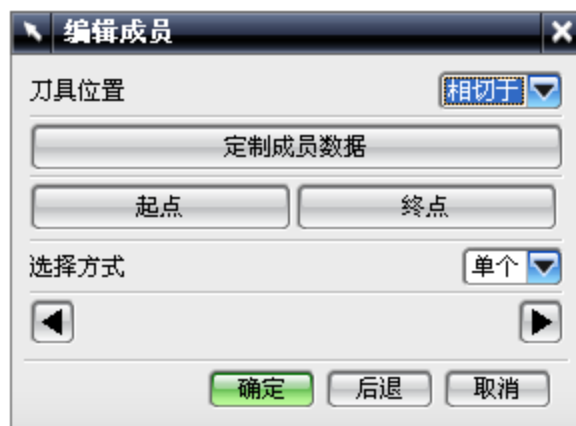

图 9-46
- 在图 9-45 中，单击编辑，打开如图 9-46 所示的对话框。